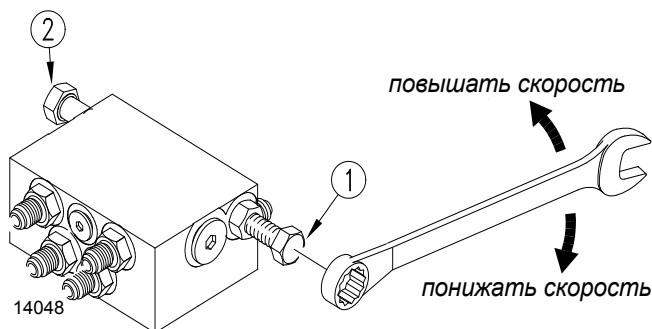

Рисунок 3-15
Клапан последовательности. Если маркеры соединены посредством опционного клапана последовательности, скорость складывания маркеров следует регулировать с помощью шестигранных регулировочных винтов на корпусе клапана последовательности. См. Рисунок 3-15. Один регулировочный винт предназначен для увеличения скорости (1), другой - для уменьшения скорости (2). На корпусе клапана нанесены указатели для того, чтобы различать регулировочные винты.